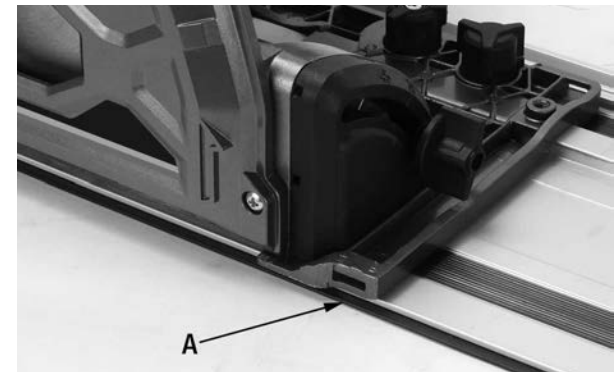

FIGURE 12
- 1) La bande de caoutchouc (A) Fig.12 le long du bord avant de la rail de guidage agit comme une règle et peut être utilisée comme un guide pour aligner la rail avec la ligne de coupe de la pièce. **Pour des raisons de précision, la bande de caoutchouc (A) doit être coupée à l'aide de la Scie à Rail Plongeante avant de l'utiliser pour la première fois.**